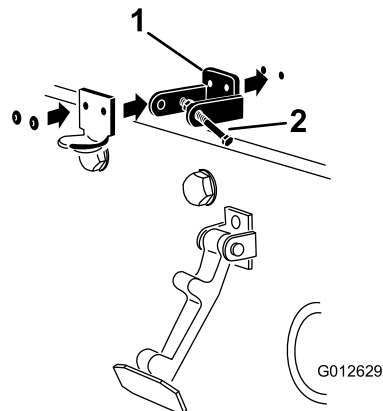

Figura 7
3. Alineando los taladros de montaje, coloque el cierre de seguridad para CE y el cerradero sobre el capó. El cierre de seguridad debe estar en contacto directo con el capó (Figura 7). No retire el conjunto de perno y tuerca del brazo del cierre de seguridad.
5. Remache el seguro de cierre, el cerradero y las arandelas al capó (Figura 7).